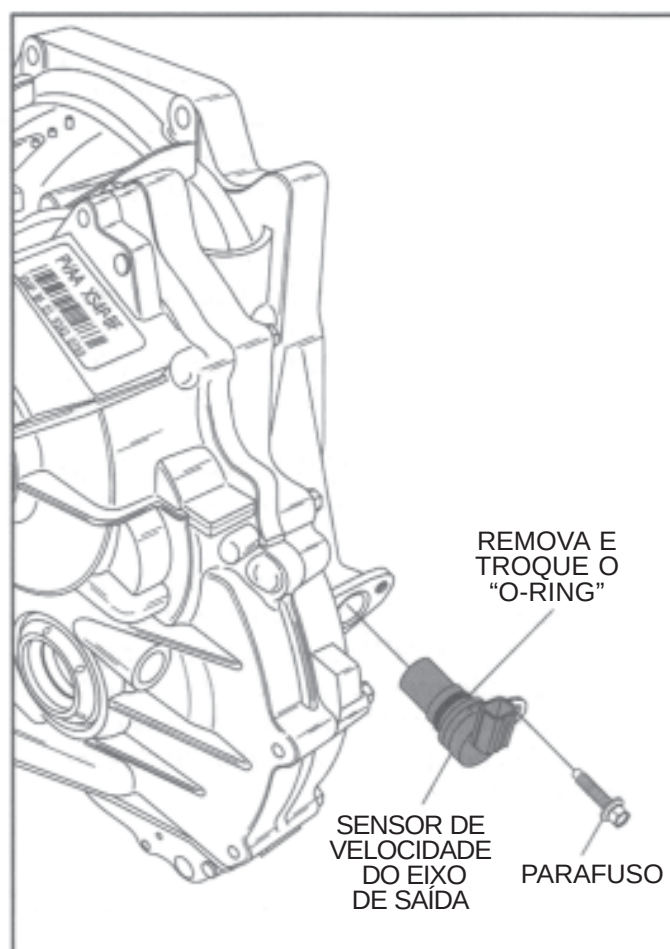

Figura 17
4. Remova da carcaça o sensor de velocidade de saída, conforme ilustrado na Figura 17.